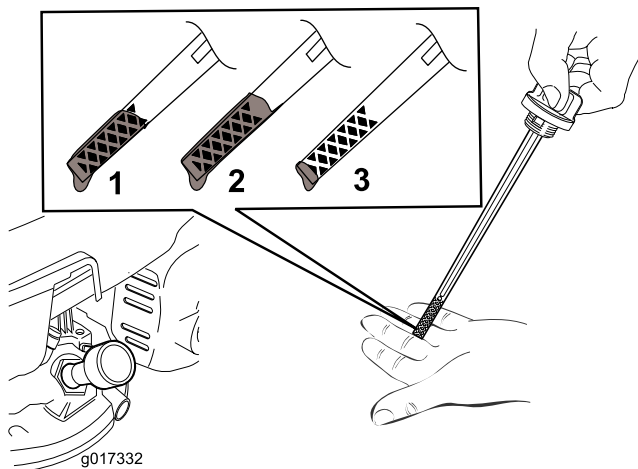

Figura 21
3. Remova a vareta medidora girando a tampa no sentido anti-horário e puxando-a para fora (Figura 21).
10. Verifique o nível do óleo na vareta (Figura 21).